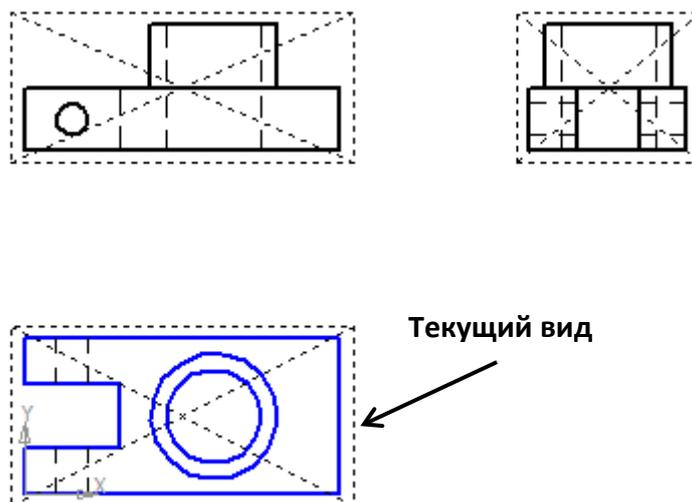

Рис. 4
**Текущий вид** всегда единственный в чертеже. В этом виде можно выполнять любые операции по вводу, редактированию и удалению объектов. Все вновь создаваемые объекты сохраняются именно в текущем виде. Системные линии текущего вида всегда отображаются реальным цветом (основные линии – синие, тонкие – черные) и стилем (рис. 4);